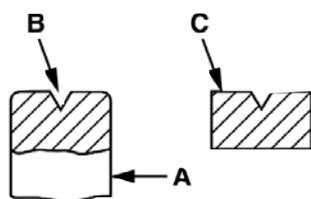

Fig. 1
2. L'axe (A) doit avoir un trou central (B) comme illustré ci-dessous. Dans le cas contraire utilisez une protection (C). (Voir fig. 1).